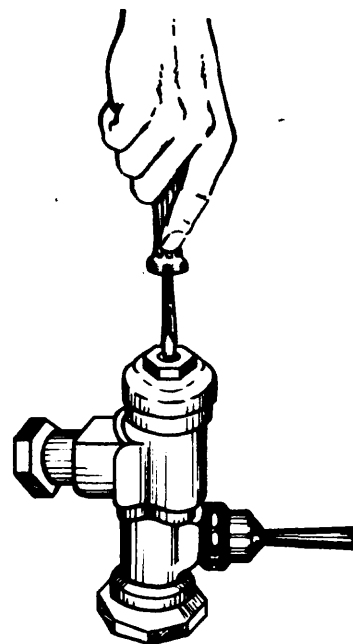

Fig. 3
- 3º paso *Afloje, tres o cuatro vueltas, el tornillo de regulación del fluxómetro. (Fig. 3).*